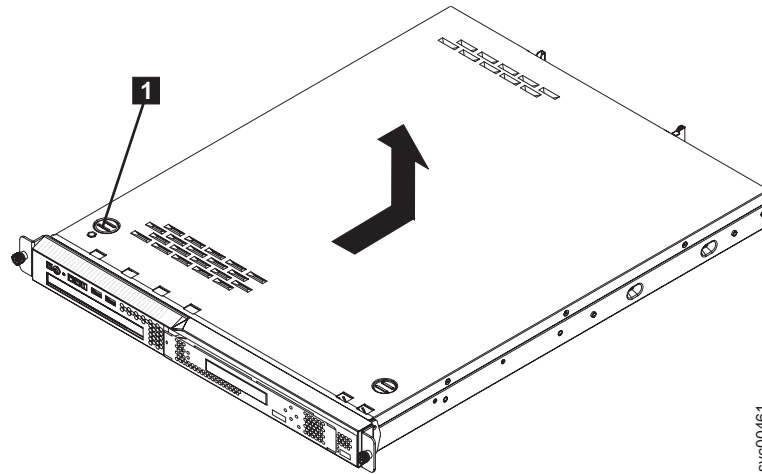

図 69. SAN ボリューム・コントローラー 2145-8A4 カバーの取り外し
3. 93 ページの図 69 に示すように、カバー解放ボタン **1** を押します。